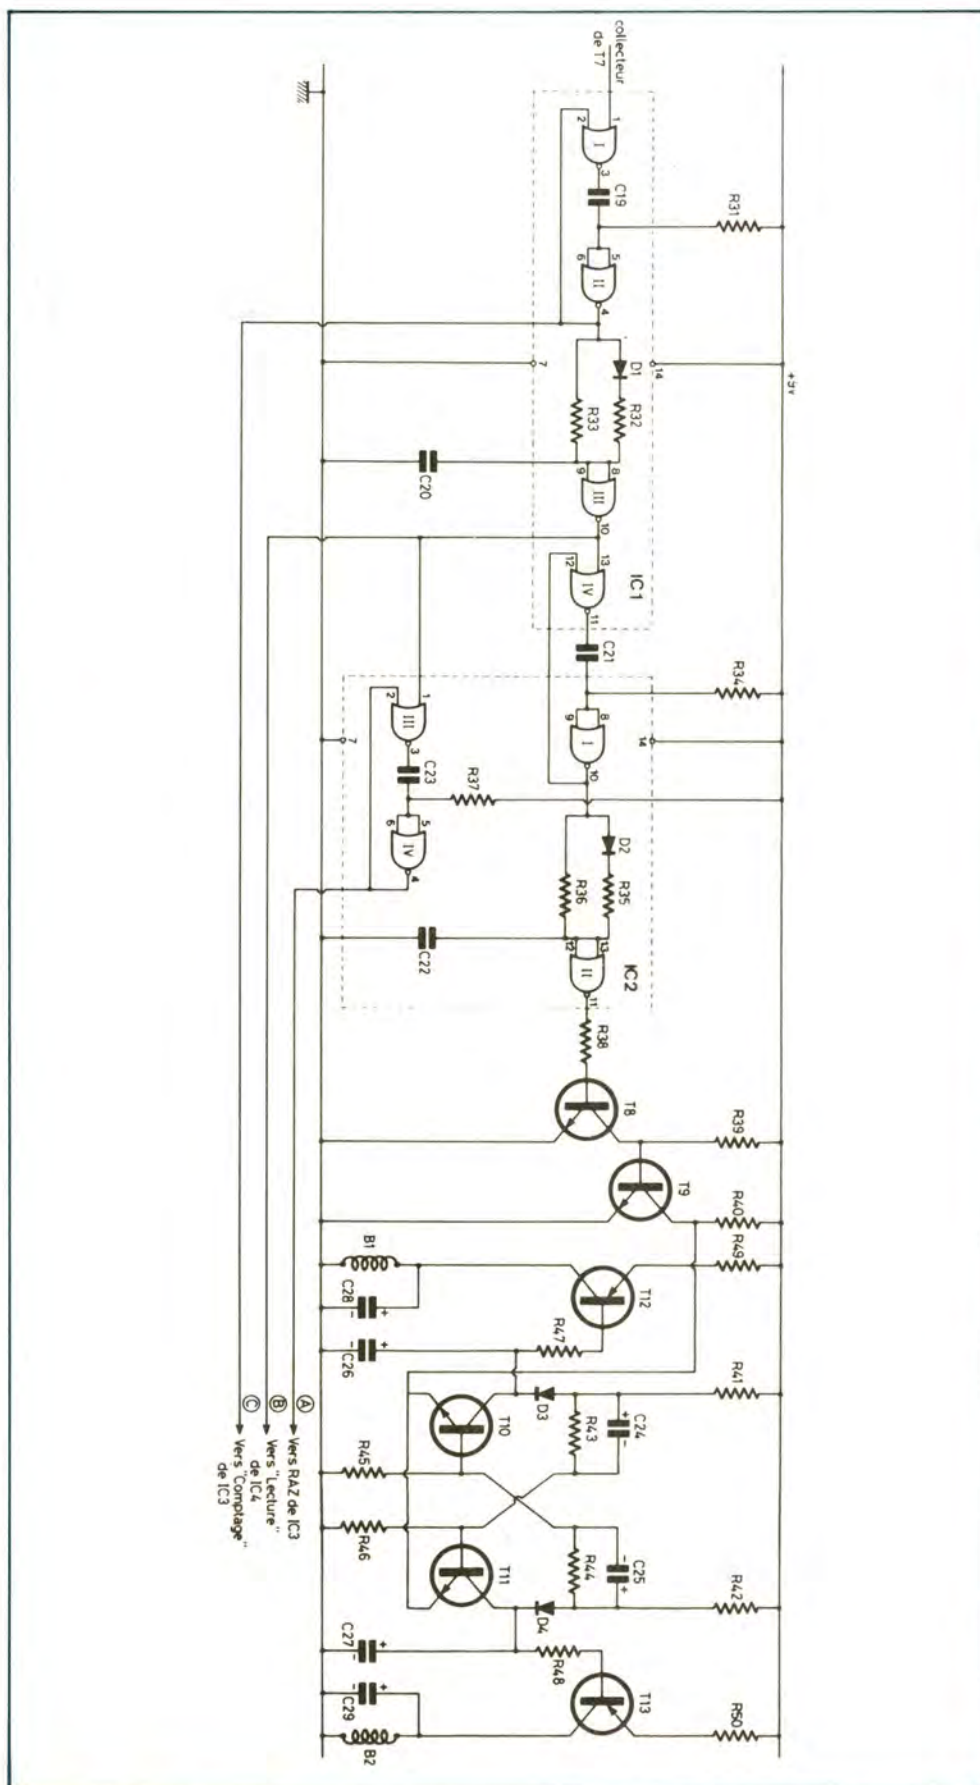

Fig. 3. – Le décodage « marches avant et arrière » s'effectue grâce à des portes NOR issues d'un CD4001 qui détectent les « creux » et les intègrent.
d) Décodage « marches avant et arrière » (fig. 3)